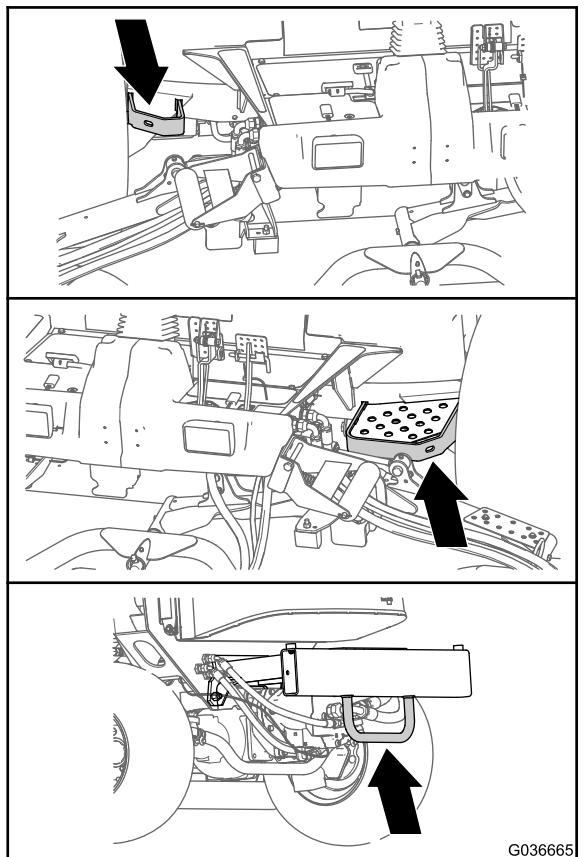

Figura 39
- En cada lado del bastidor, junto a la plataforma del operador.(Figura 39)
- En el parachoques trasero (Figura 39)